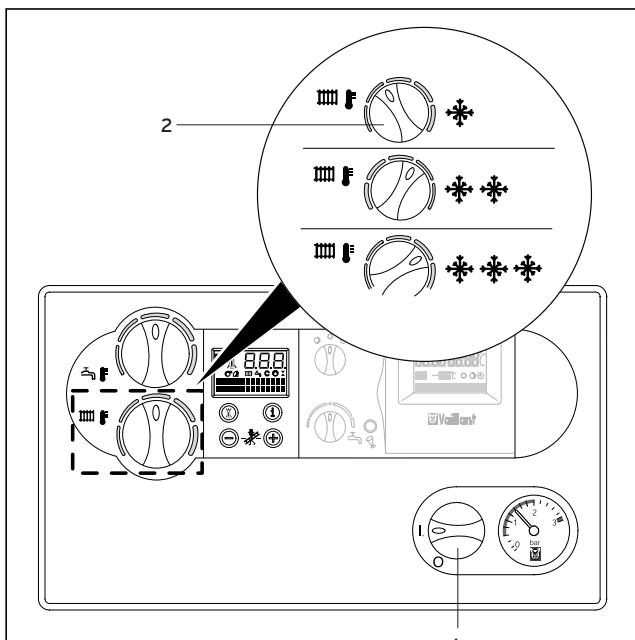

Fig. 3.7 Stille inn tilførselstemperaturen
3.4.1 Innstilling av tilførselstemperatur (fig. 3.7)